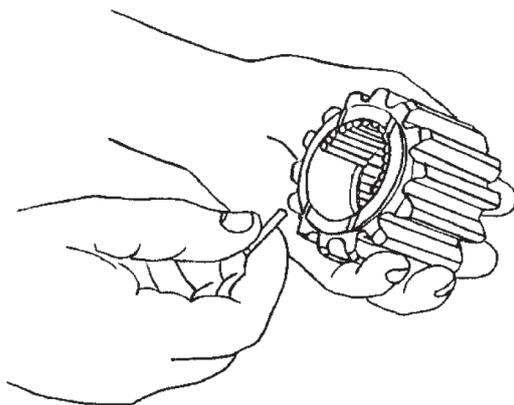

Figura 63
(Figura 63).
- A. Aplique graxa (SHELL 71032 ALVANIA EP-2 ou TEXACO - 995 MULTIFAK EP-2) nos furos das engrenagens planetárias. Monte os roletes e o espaçador em cada engrenagem. (Figura 63).